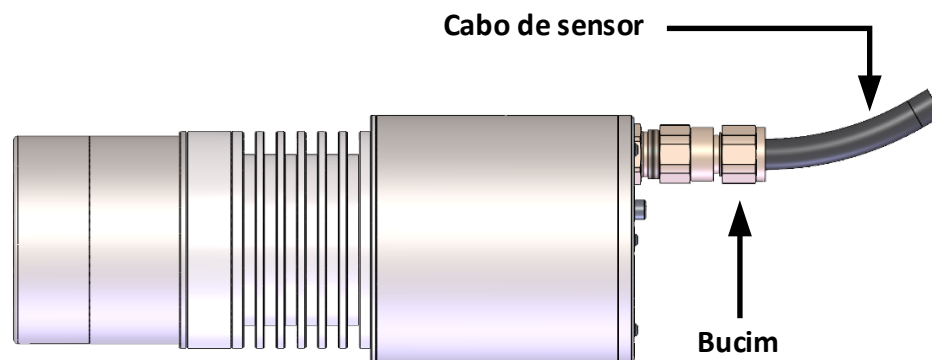

Figura 3: Bucim do sensor
| Figura 3: Bucim do sensor .....        | 13 |
- Ao instalar o cabo, o utilizador deverá fornecer o alívio de tensão necessário para proteger o buçim (Figura 3). O cabo tem de manter um raio de curvatura mínimo de 90 mm. Qualquer curvatura no cabo tem de começar, pelo menos, 25 mm a partir do buçim.